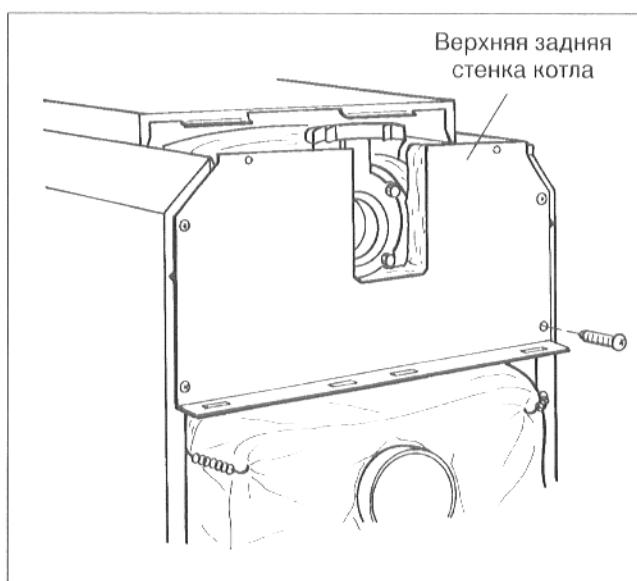

Рис. 42
- Вложить верхнюю заднюю стенку котла под задний кожух котла и привинтить ее четырьмя винтами для листового металла к боковым стенкам (рис. 42).